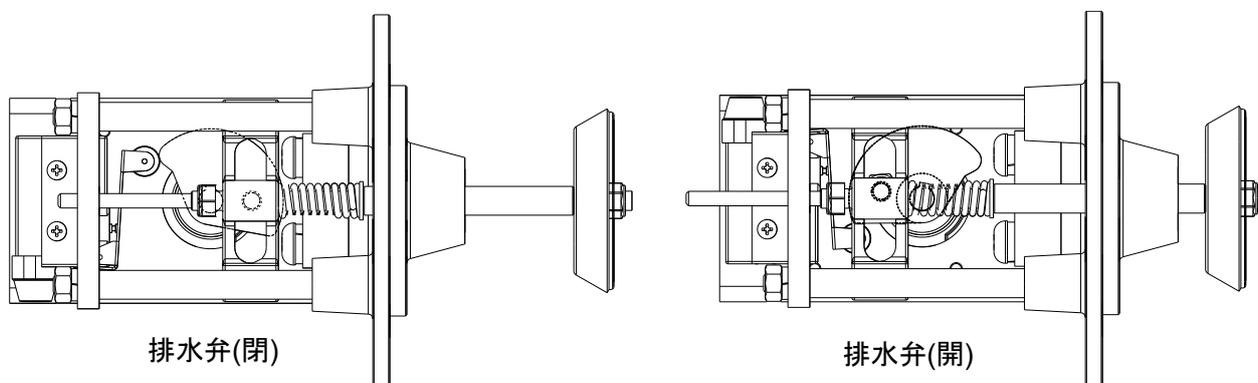

図8-15
3) 排水弁の動作確認 (図8-15、16)
- ・ ⑩蝶ナットを緩め、⑰掃除口フタと⑱掃除口フタパッキンを外します。